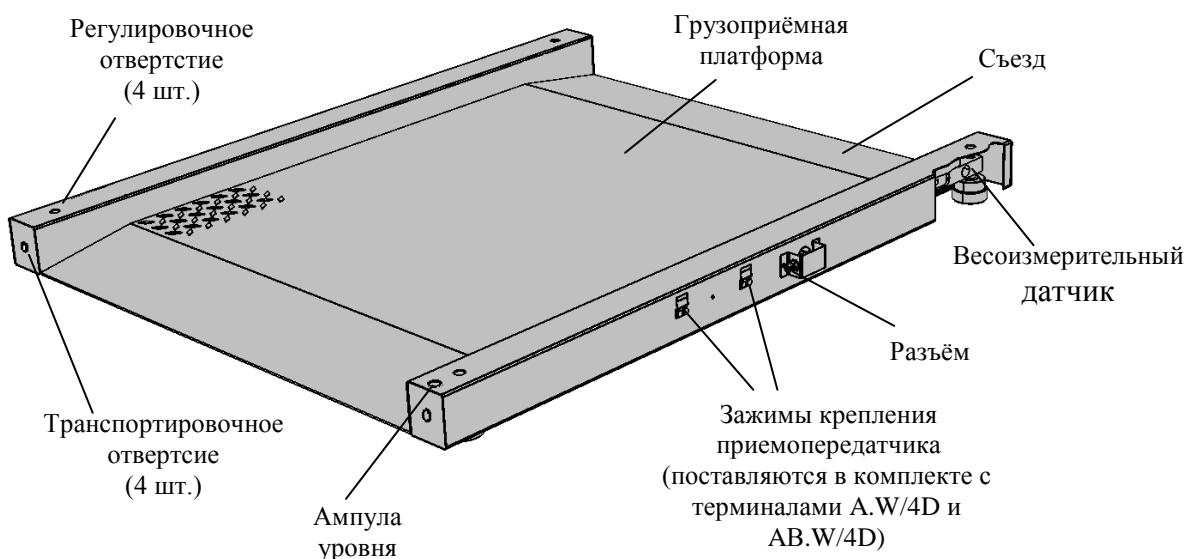

Рис. 4.1- Модуль взвешивающий 4D-LM\_
4.1 Модуль взвешивающий представляет собой единую конструкцию из рамы и грузоприемной платформы с двумя съездами. В состав модуля входят четыре цифровых весоизмерительных датчика с опорами (см. Рис. 4.1).